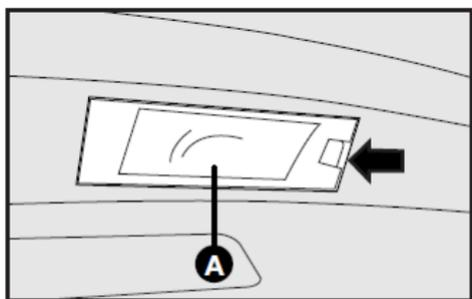

fig. 24
- Quitar el portalámparas A-fig. 24, utilizando un destornillador (no suministrado) en el punto indicado por la flecha fig. 24;